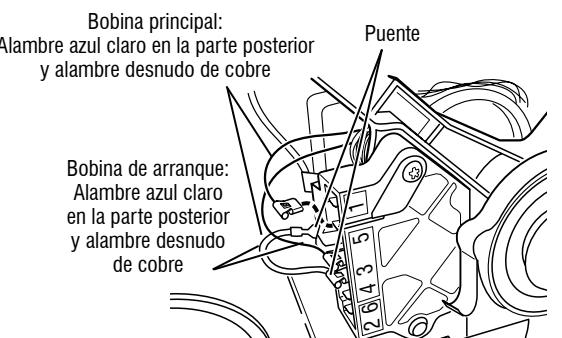

Figura 10: Puntos de medición de las bobinas principal y de arranque
9. Retire el terminal del alambre desnudo de cobre de la patilla 5 del interruptor negro del motor de accionamiento. Consulte la Figura 10.
10. Usando la figura 10 y el Círcuito de extracción, verifique los valores de resistencia de las bobinas de arranque y principal del motor como se muestra en la siguiente tabla.
- 11. Solo en la secadora a gas, verifique el interruptor de la correa desconectando el conector y midiendo la resistencia entre las patillas 1 y 3 del conector del interruptor de la correa, al tiempo que empuja hacia arriba la correa (consulte la Figura 10).